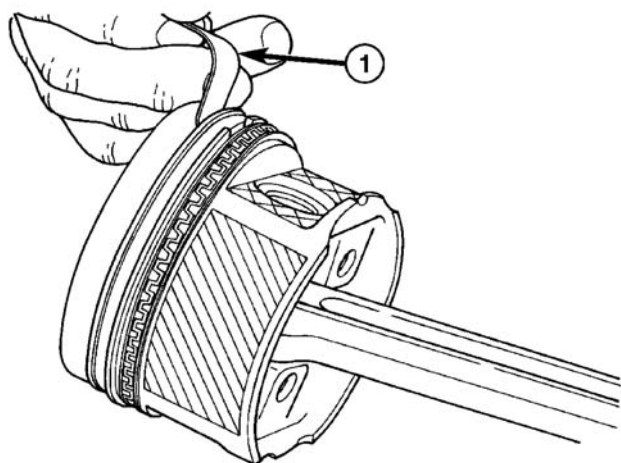

图 84 活塞环侧间隙
(2) 检查活塞环至沟侧的间隙。（图 84）。关于间隙规格（参见 9-发动机-规格）